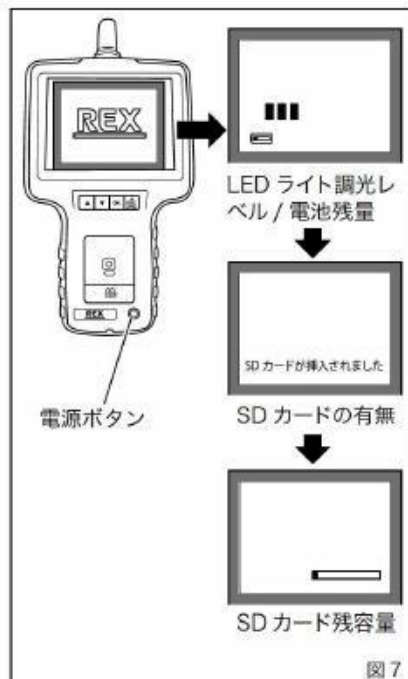

図7
- ① **オン**：電源ボタンを3～5秒程押し続けると、本体の電源がオンになります。モニタに「REX マーク」が表示されます。最初の5秒程度の中に「LED ライト調光レベル」、「電池の残量」、「SDカードの有無」、「SDカードの残容量」が表示されます。(図7)
SDカードの使用量は左から増えていきます。(図7)